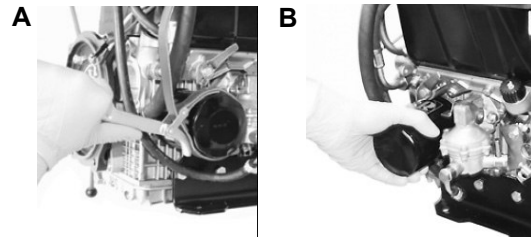

Abb. 35: Außenfilter
Schritt 2: Die kleinen Schrauben am Kraftstoffhahn lösen und den Filter aus der Einfüllstutzenöffnung des Kraftstofftanks herausziehen. Den Filter gründlich mit Dieselkraftstoff waschen (Abb. 35).